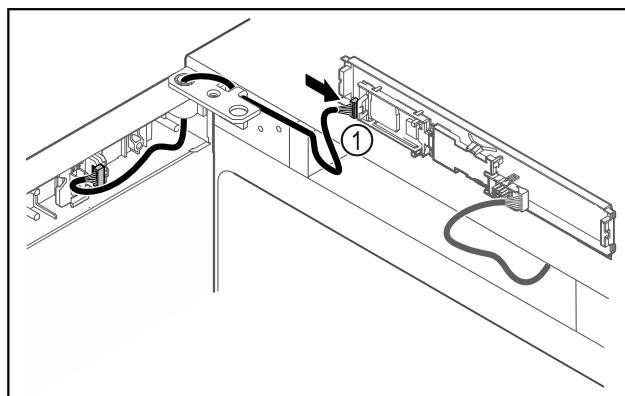

Fig. 43
- ▶ Introduceți fișa Fig. 43 (1) la placă electronică.